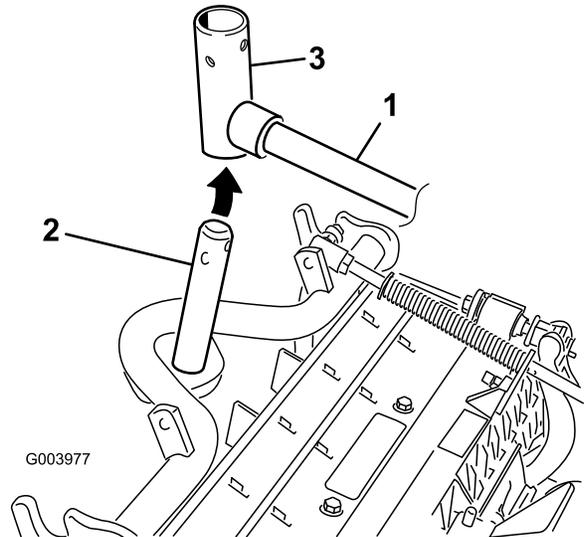

Figura 10
B. Introduzca la horquilla del brazo de elevación en el eje del bastidor de tiro (Figura 10).